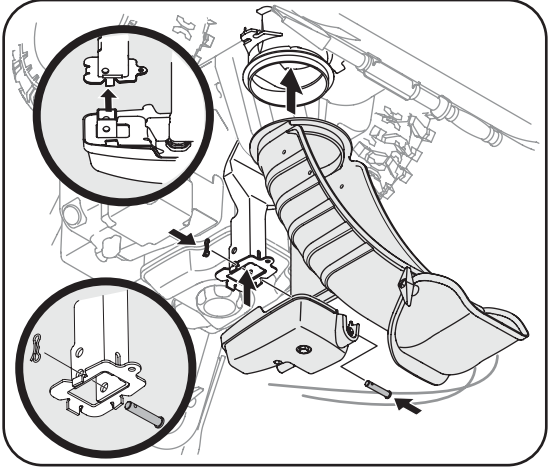

Figure 3-3
- Placez la goupille sur sa base et attachez-la sur son support en utilisant l'axe de chape et la goupille fendue enlevés plus tôt. Voir la Figure 3-3.